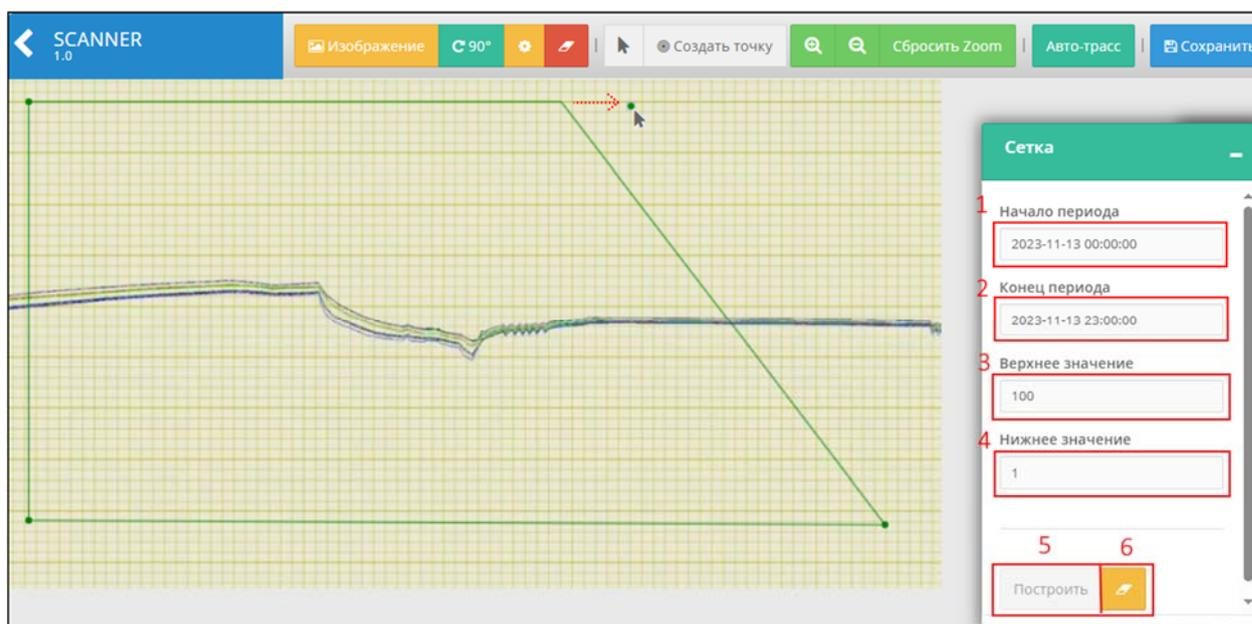

Рисунок 4.8.26 – Рабочая панель «Сетка»
Если отсканированное изображение диаграммы четкое и ровное, то при переходе в окно «Оцифровка», автоматически будут определены границы и контуры диаграммы, в противном случае у администратора есть возможность поправить границы, переместив необходимые точки зажатием ЛКМ (рис. 4.8.26).
В рабочей панели «Сетка» (рис. 4.8.26) также есть возможность поправить начало периода в блоке (1), конец периода в блоке (2), верхнее значение в блоке (3), нижнее значение в блоке (4), полностью стереть границы диаграммы кнопкой «Стереть» (6) и заново их построить кнопкой «Построить» (5).